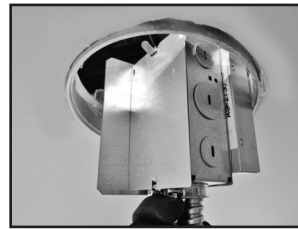

Figure 21.
- Installez le circuit de sortie de manière à ce qu'il passe à travers le plafond et par l'ouverture du boîtier (Figure 21.).